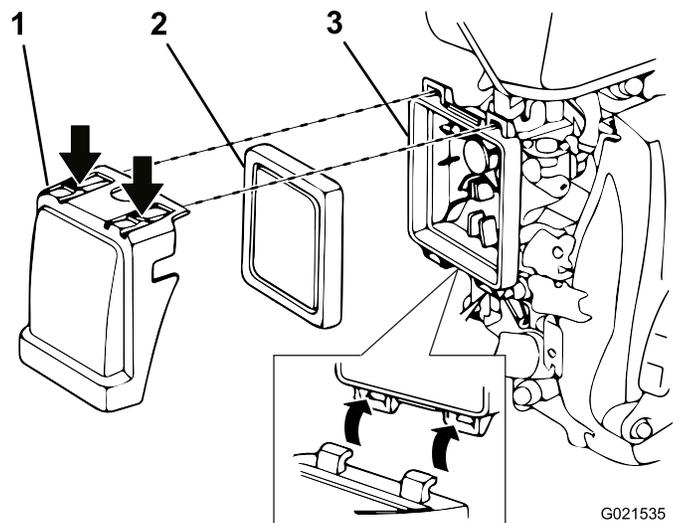

Figura 22
2. Pulse el botón de la tapa del limpiador de aire (Figura 22) y abra la tapa.